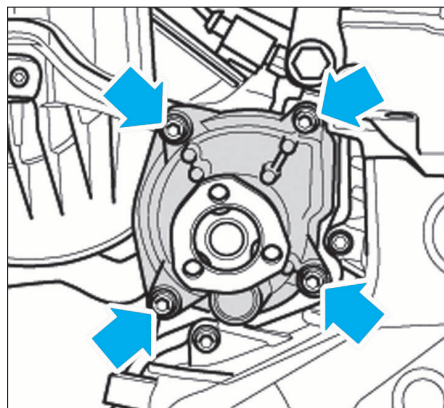

FIG. 28
• Déposer les vis de fixation de la pompe et déga-ger cette dernière (Fig.28).